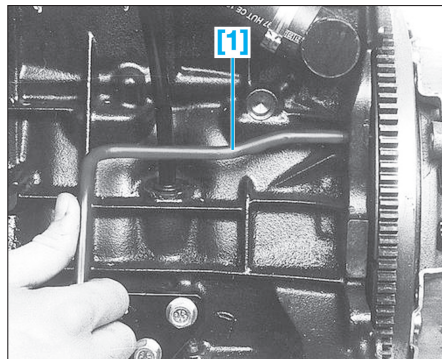

FIG. 14
- [1]. Pige de calage du volant moteur (Ø 8 mm) (Ref. PSA 0188D) (Fig.14)
- Tourner le vilebrequin pour amener le cylindre n°1 au point de calage (se repérer à la roue dentée d'arbre à cames et de pompe d'injection) puis pincer le volant moteur à l'aide de l'outil [1] (Fig.14).
- [1]. Pige de calage du volant moteur (\varnothing 8 mm) (Ref. PSA 0188D) (Fig.14)